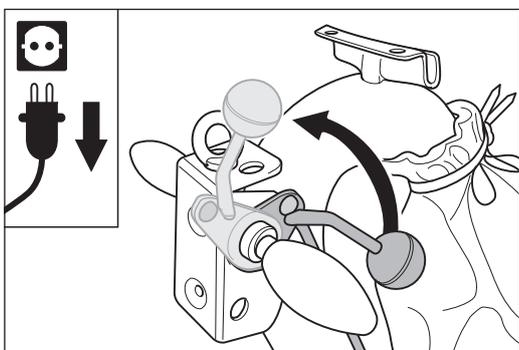

Abb. 20 Um die Schleifwalze vom Boden abzuheben den Ablasshebel nach oben drehen.
- 3 Heben Sie die Schleifwalze vom Boden ab, indem Sie den Ablasshebel nach oben drehen (Abb. 20).